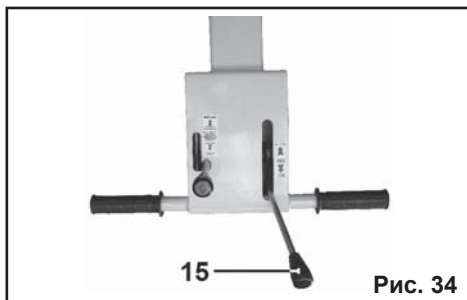

Рис. 34
11.4. Перемещение рычага скорости (15) немного вперед вызывает движение вперед на малой скорости. Продвижение рычага далее вперед повышает скорость движения. В зависимости от того, как вы перемещает рычаг скорости, вы можете плавно регулировать скорость от 0 до 1,8 км/час (50 см/с) (как вперед, так и назад). Перемещение рычага скорости назад ставит каток двигаться назад (Рис. 34).